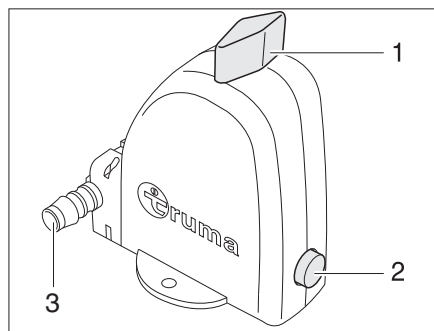

Bild 340 Varmvattenberedarens säkerhets-/avtappningsventil - Driftsläge
Varmvattenberedaren är utrustad med en säkerhets-/avtappningsventil (Bild 340). Säkerhets-/avtappningsventilen gör så att vattnet i varmvattenberedaren inte kallnar när det är frost och värmen inte är påslagen.
- ▷ Säkerhets-/avtappningsventilens tömningsrör (Bild 340,3) måste alltid vara fritt från smuts (t.ex. löv, is).
- Vrid vredet (Bild 340,1) 90° längs mot säkerhets-/avtappningsventilen. Tryckknappen (Bild 340,2) hoppar ut. Varmvattenberedaren töms utåt via tömningsröret (Bild 340,3) på säkerhets-/avtappningsventilen.
- Vrid vredet (Bild 340,1) 90° diagonalt mot säkerhets-/avtappningsventilen.
- Tryck in tryckknappen (Bild 340,2).